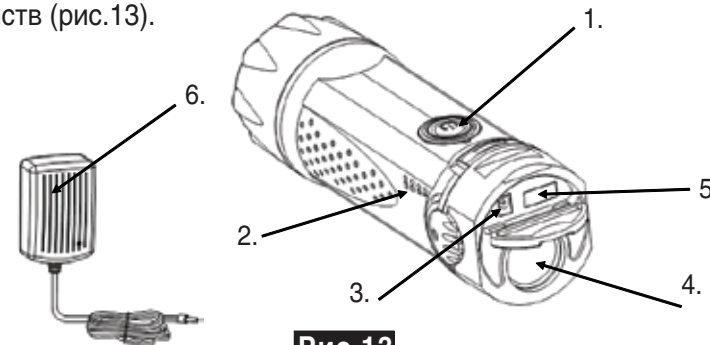

Рис.13
1. В комплектацию мини-мойки SW-20T входит съемный переносной аккумулятор с функцией фонаря и USB-выходом для зарядки мобильных устройств (рис.13).